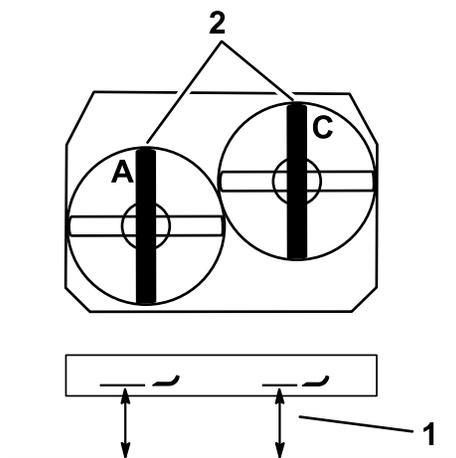

Рисунок 82
3. Измерьте высоту левого ножа в точке **A** от горизонтальной поверхности до режущей кромки на конце ножа и запишите результат измерения (Рисунок 82).
4. Измерьте высоту правого ножа в точке **C** от горизонтальной поверхности до режущей кромки на конце ножа и запишите результат измерения (Рисунок 82).
7. С помощью регулировочных болтов на вилках в точках **A** и **C** установите правильную высоту (Рисунок 82).
3. Измерьте высоту правого ножа в точке С от горизонтальной поверхности до режущей кромки на конце ножа и запишите результат измерения (Рисунок 82).